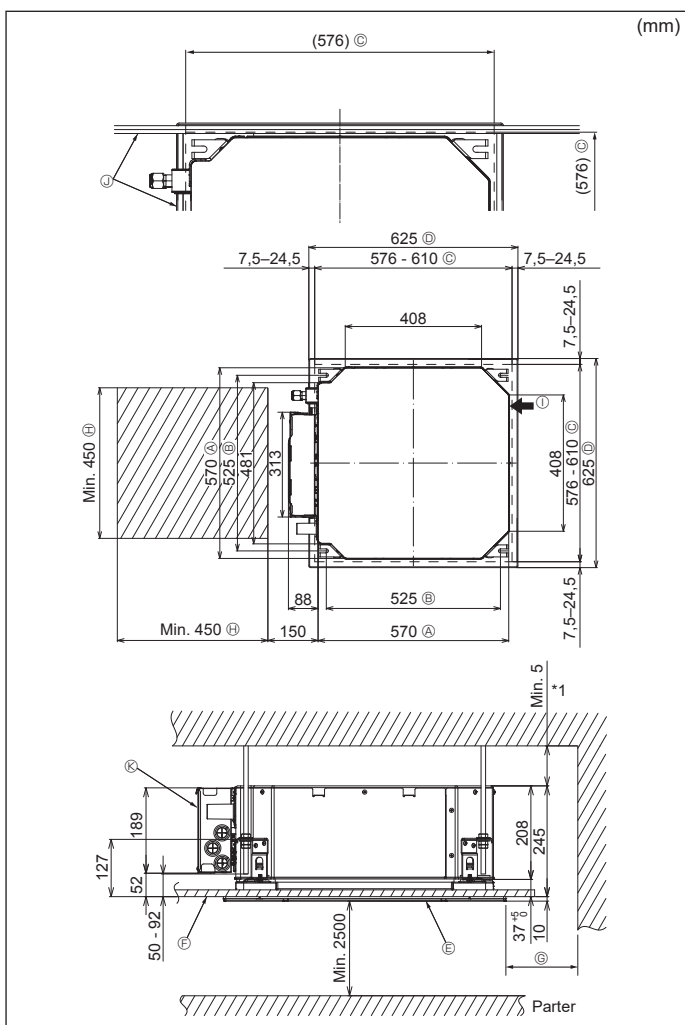

Fig. 4-2
4.2. Położenie otworów w suficie i instalacja śrub podwieszających (Fig. 4-2)